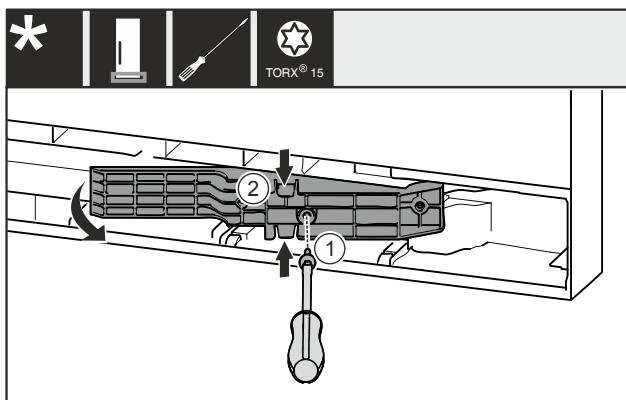

Fig. 11 *
- Schraube Fig. 11 (1) entfernen.*
- Adapterstück Fig. 11 (2) oben und unten leicht zusammendrücken und herausziehen.*